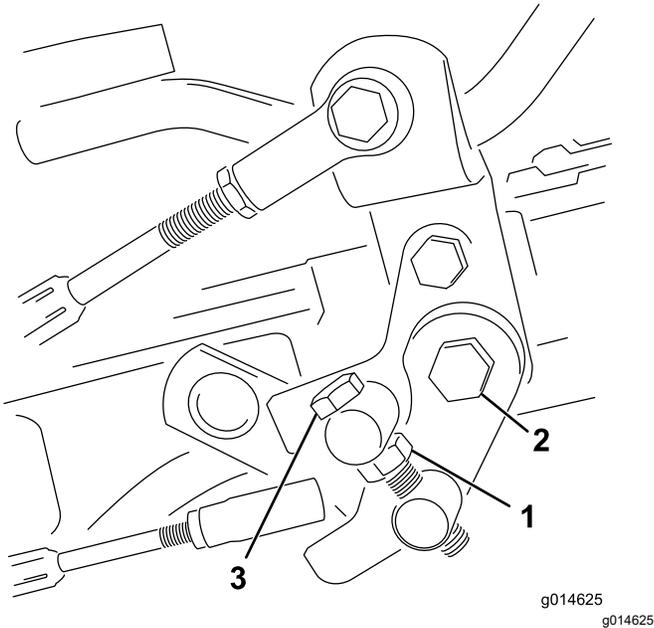

图 49
1. 松开枢轴螺栓上的锁紧螺母图 49。
4. 上紧枢轴螺栓上的锁紧螺母和踏板枢轴上的螺母锁定调整图 49。检查调整情况并按需要调整。